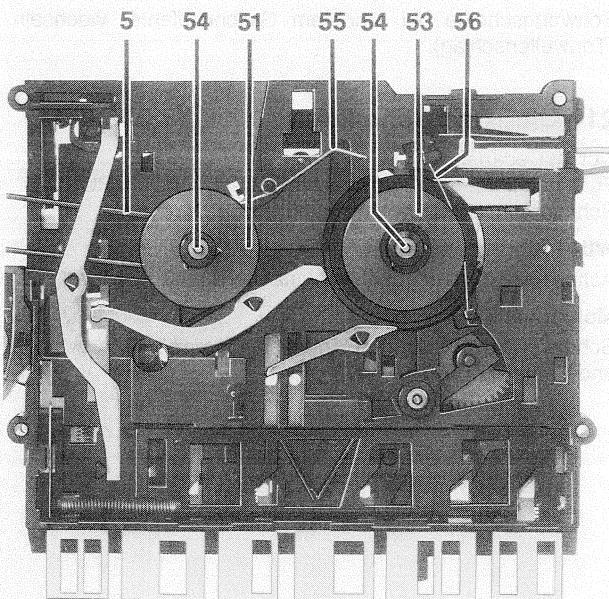

Abb. 7
15. Zählwerkriemen erneuern (Abb. 7, 7a)
- Rücklaufwickelteller **51** anheben und den Profilriemen **5** in die Laufrille **V** (Abb. 7 a) des Wickeltellers einhängen.
16. Rücklaufkupplung wechseln (Abb. 7, 7a)
17. Vorlaufkupplung wechseln (Abb. 7)